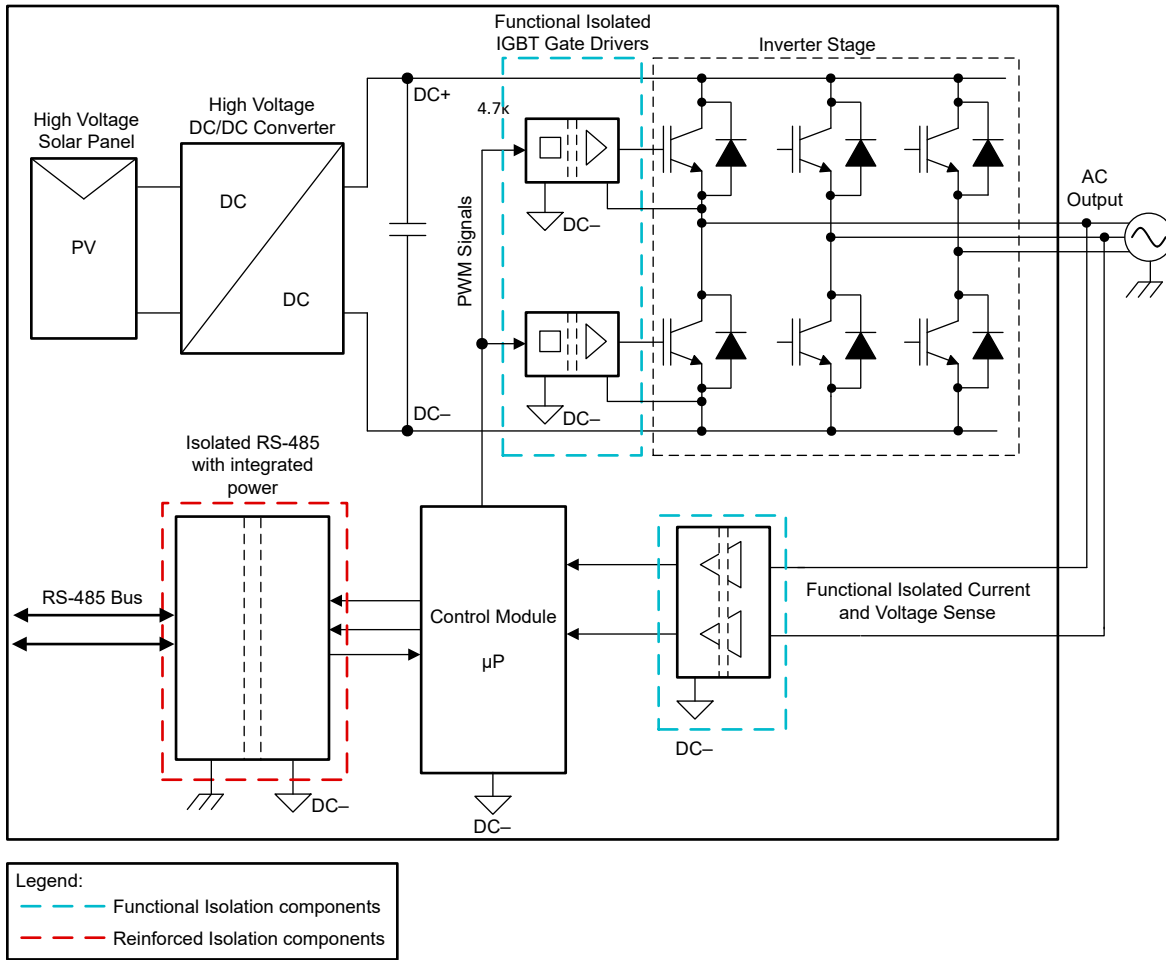

图 7. 光伏逆变器方框图
2. **光伏逆变器**：图 7 所示为光伏逆变器方框图。RS-485 接口通常用于从控制模块到控制站的通信。在该架构中，控制模块与逆变器级在功能上是隔离的。增加直流链路电压以提高逆变器效率的趋势给选择隔离式 RS-485 以满足更高的隔离电压要求带来了额外负担。考虑到控制站内人员的安全，隔离式 RS-485 还必须符合增强型隔离标准。通过采用直流链路侧的电源，ISOW14x2 器件提供 $1500V_{PK}$ 工作电压和增强型隔离，使其成为与控制模块进行外部通信的理想选择。